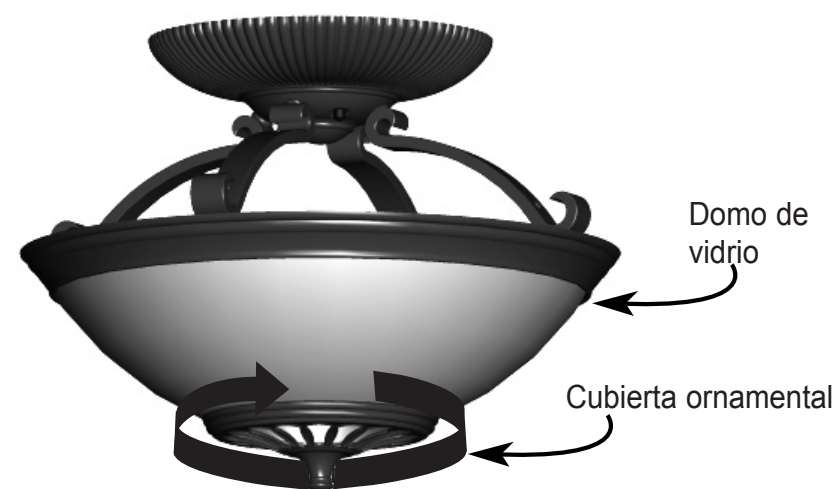

Figura 12 - Instalación de la cubierta ornamental
9) Coloque la Cubierta ornamental sobre el domo de vidrio como se muestra en la Figura 12 y gírela en sentido horario hasta que quede ajustada.